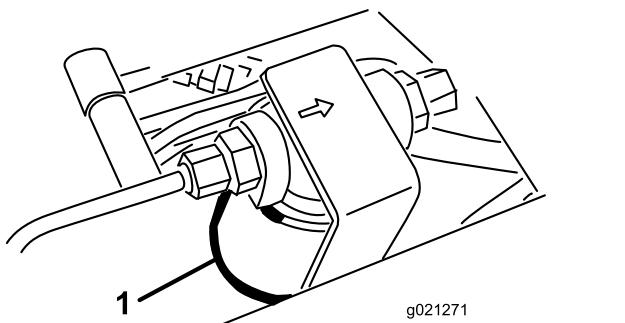
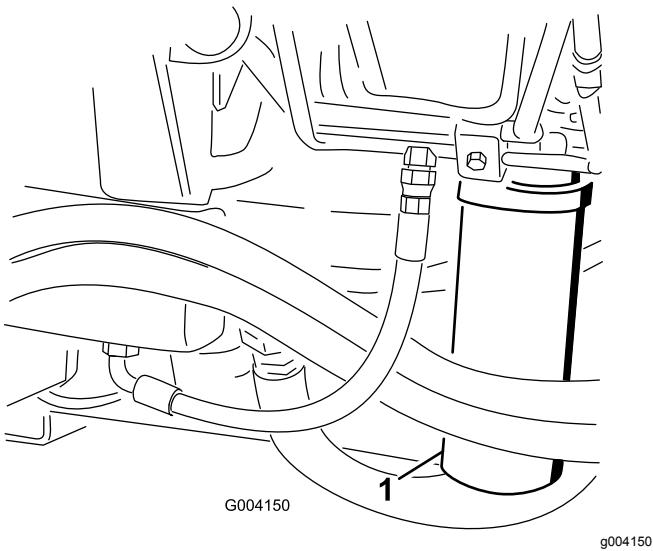

Figura 88
Figura 89
2. Pulite l'area di montaggio del filtro e collocate una bacinella di spурgo sotto il filtro (Figura 88) e (Figura 89).